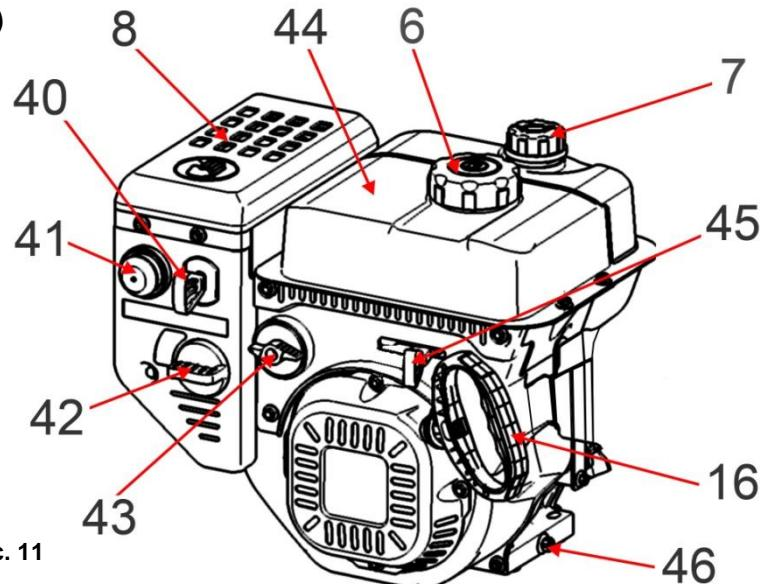

Рис. 11
- Открутите крышку (7). Крышка имеет встроенный щуп уровня масла.
- Снова выньте щуп – и на нем останется метка уровня масла. Если уровень масла меньше нижней линии (L) на щупе, долейте масло до отметки МАКСИМУМ (символ «H») на щупе.
- Для слива отработанного масла, очистите поверхность около сливной пробки (46)(См. Рис.11).
Органы управления двигателя (См. Рис.11)
- Установите рычаг крана подачи топлива (43)(См. Рис.11) в положение «Открыто» (ON).
- Поставьте рычаг привода воздушной заслонки (42)(См. Рис. 11) в следующее положение:
5.3.1. Откройте топливный кран (43)(См. Рис.11).
5.3.2. Закройте воздушную заслонку карбюратора (42)(См. Рис.11).
5.3.4. Возьмите крепко в руки пусковую рукоятку (16)(См. Рис.11). Крепко удерживая ее в руках, плавно потяните шнур стартера, пока барабан стартера не войдет в зацепление с собачками храпового механизма.
- После запуска двигателя полностью откройте воздушную заслонку карбюратора (42)(См. Рис.11).
- Установите рычаг управления оборотами двигателя (дроссельной заслонки) (45)(См. Рис.11) в положение «Черепаха» (вправо).
- Установите кран подачи топлива (43)(См. Рис.11) в положение «ВЫКЛ» (OFF).